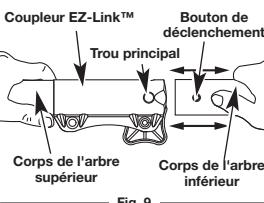

Fig. 9
- Tenez fermement le corps de l'arbre supérieur et retirez l'accessoire de coupe ou autre du coupleur EZ-Link™ (Fig. 9).
- Tenez fermement l'accessoire et enfoncez-le tout droit dans le coupleur EZ-Link™ (Fig. 9).